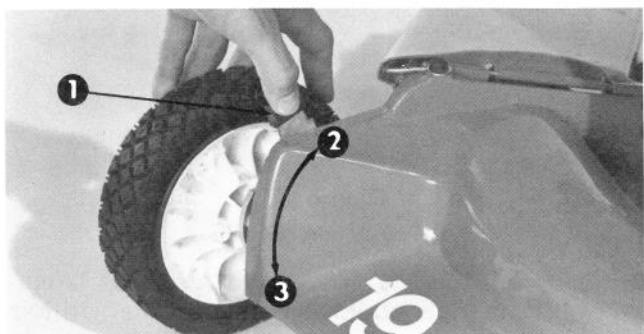

Figure 9
Dispositif de réglage de hauteur de tonte (Fig. 9) — La tonte est réglable à cinq hauteurs différentes:
2. Posez votre pouce contre le dispositif de réglage de hauteur de tonte et vos doigts à l'extérieur de la roue (Fig. 9).